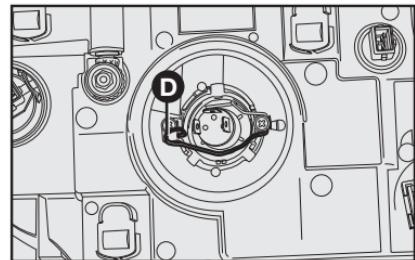

fig. 16
- 3) Empurrar para frente e depois apertar para baixo a presilha **D**-fig. 16, abrindo-a lateralmente.
- 5) Posicionar a nova lâmpada em seu alojamento, reenganchar a presilha de fixação **D**-fig. 16.